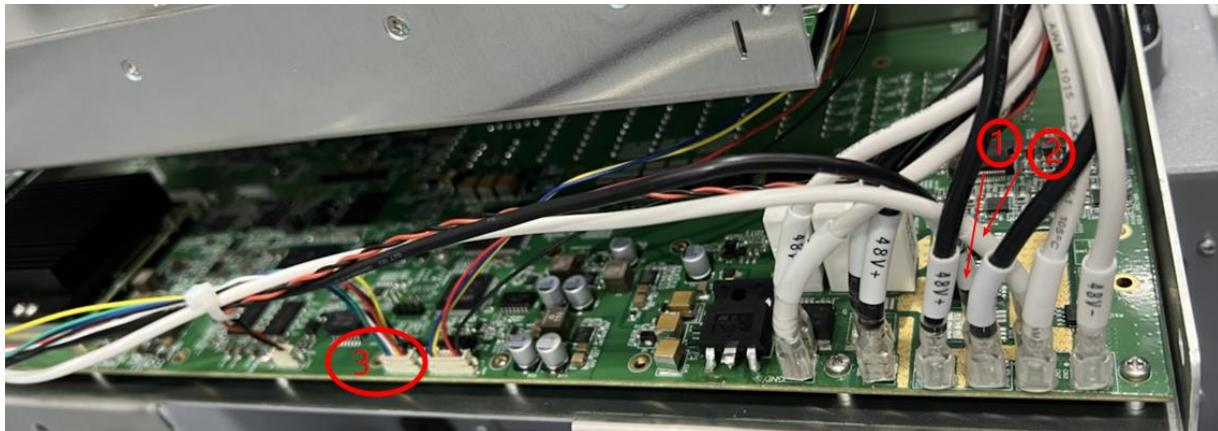

图 3-29 刹车板到 Safe IO 的线缆位置
- 断开刹车板到 Safe IO 的线缆, 如图 3-29 所示: